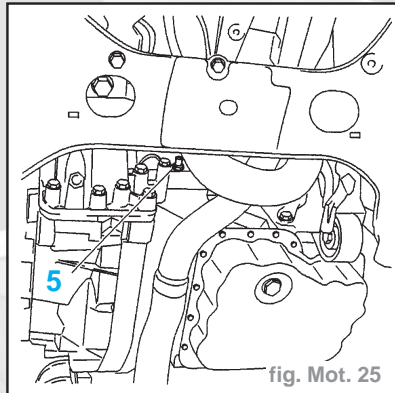

fig. Mot. 25
- Ouvrir le bouchon (5) pour vidanger la deuxième rampe de cylindres (fig. Mot. 25).